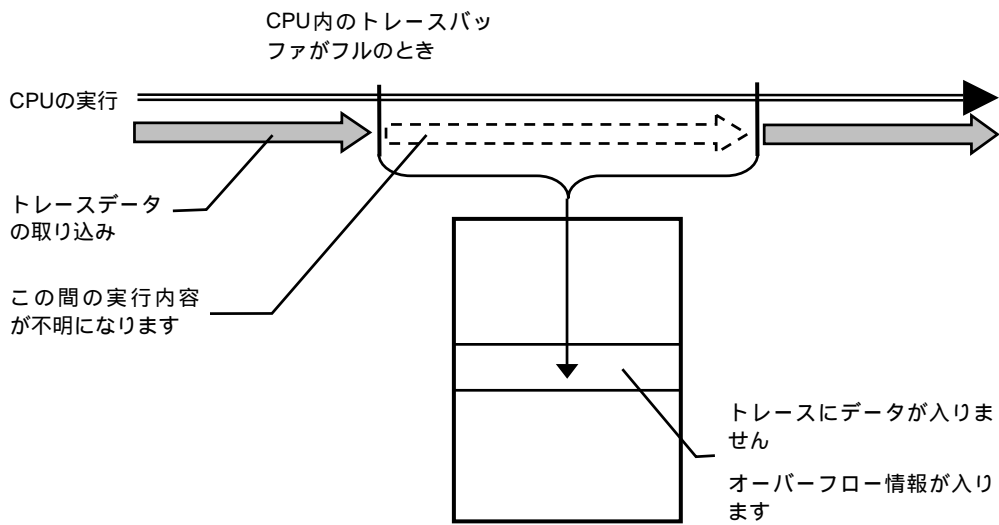

図 4 リアルタイム・モード
**リアルタイム・モード**は、CPUの実行を優先してトレースデータを取り込むモードです。CPU内のトレースバッファ(FIFO)がフルになった場合、トレースデータの取りこぼしが発生することがあります(図 4)